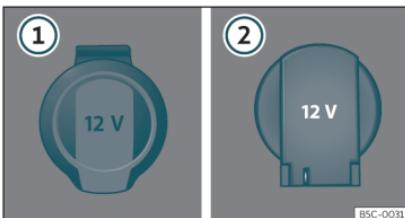

Fig. 140 Toma de corriente de 12 voltios: ① en el interior del reposabrazos delantero, ② en el maletero.
- Eleve la tapa de la toma de corriente ➤ fig. 140 ①.
- Eleve la tapa de la toma de corriente ➤ fig. 140 ②.